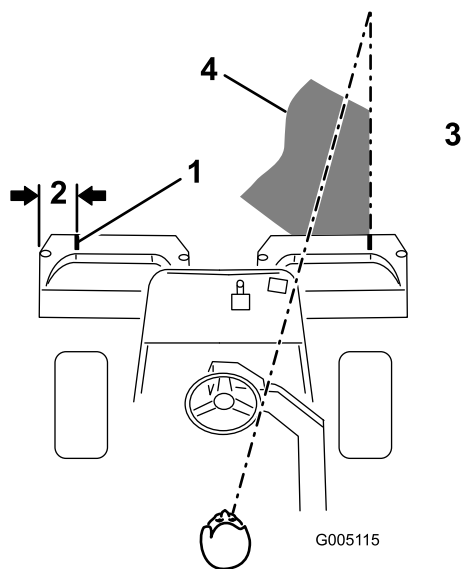
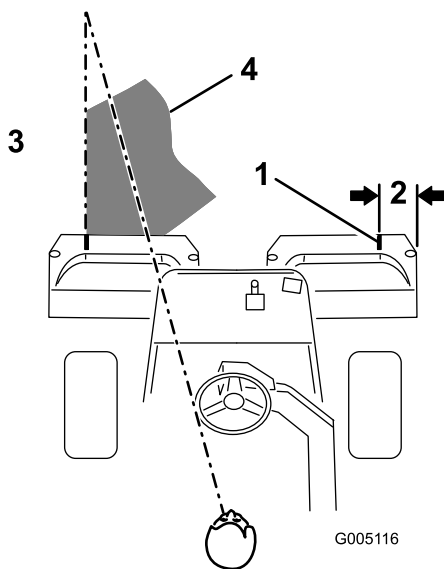

Bild 33
Bild 34
2. Bringen Sie einen Streifen weißes Isolierbands an jedem Korb an, oder zeichnen Sie eine Linie. Das Isolierband bzw. die Linie sollten parallel mit der äußeren Kante jedes Korbs verlaufen (Bild 33).
3. Wenn Sie zurückfahren, sollte der neue Mähgang den ersten ein klein wenig überlappen. Damit Sie in einer möglichst geraden Linie über die Grünfläche fahren können und einen gleichmäßigen Abstand zum zuvor gemähten Rasenstück einhalten können, sollten Sie sich eine imaginäre Sichtlinie ungefähr 1,8 bis 3 m vor der Maschine bis zum Rand des noch ungemähten Teils der Grünfläche vorstellen (Bild 33 und Bild 34). Manche Leute finden es auch hilfreich, die äußere Kante des Lenkrads in die Sichtlinie mit einzubeziehen, d.h. sie halten das Lenkrad in einer Linie mit einem Punkt, der immer im gleichen Abstand von der Vorderseite der Maschine bleibt (Bild 33 und Bild 34).